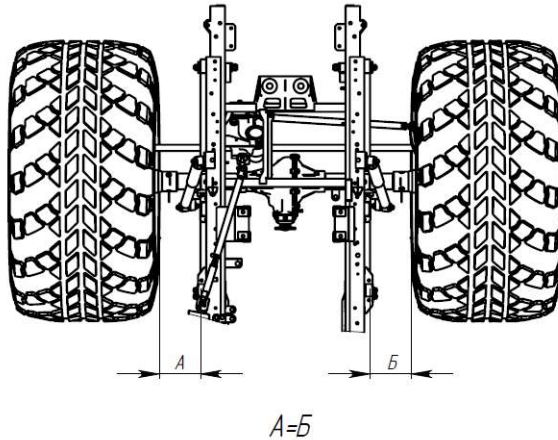

Рис. 6.15 Установка управляемых колес в положение прямолинейного движения.
2. Предварительно установить управляемые колеса транспортного средства в положение прямолинейного движения (см. Рис. 6.15). Для более точной установки выполнить замер расстояния от бортового кольца обода колеса до боковой поверхности рессоры. Измерения произвести с левым и правым колесом. Расстояния должны быть равны.